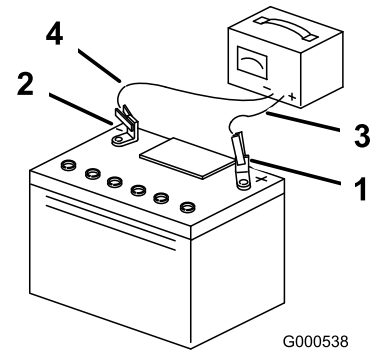

Figure 44
- Quand la batterie est chargée au maximum, débranchez le chargeur de la prise, puis débranchez les fils du chargeur des bornes de la batterie (Figure 44).